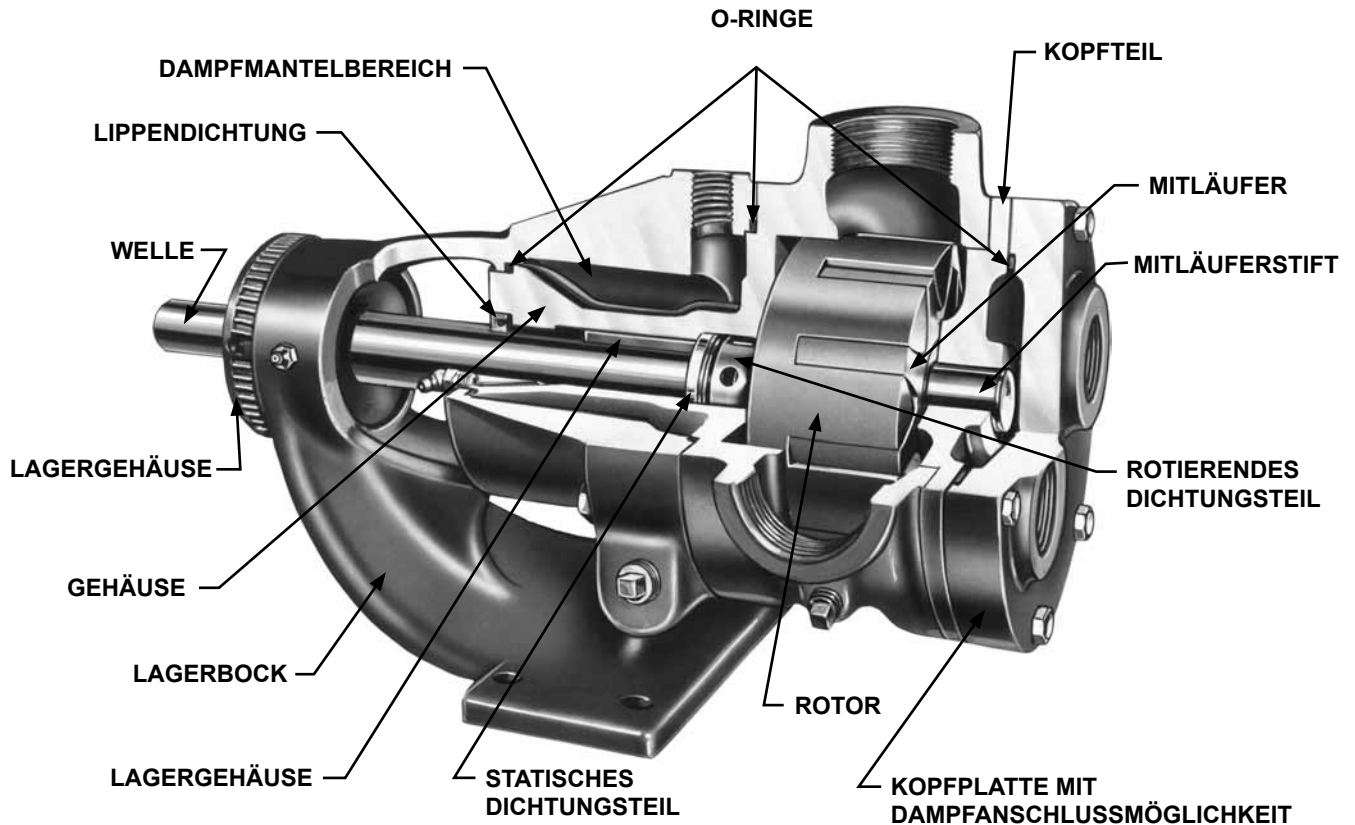
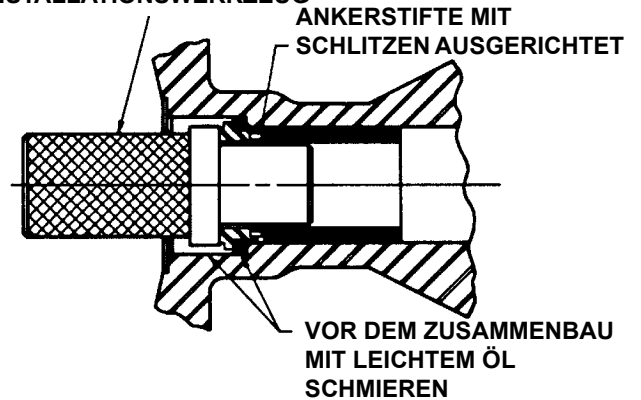
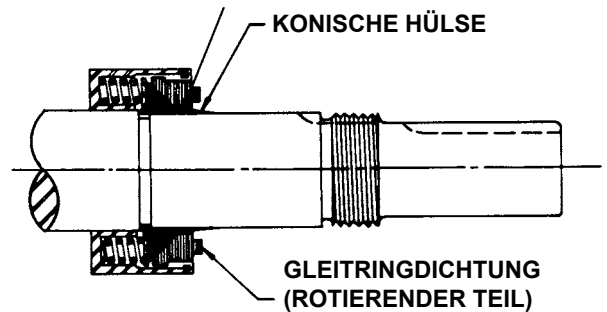
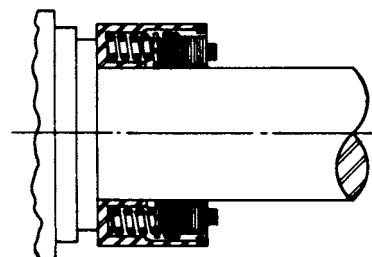

ABBILDUNG 4
ABBILDUNG 6
ABBILDUNG 7
ABBILDUNG 8
13. Gleitringdichtung (Serie 4724): Wenn die Gleitringdichtung in Ihrer Pumpe defekt ist, kann diese leicht ausgewechselt werden. Die Dichtung besteht aus zwei Hauptteilen, ein rotierender Teil und ein stationärer Dichtungssitz. (Siehe **Abbildung 4**.) Lösen Sie die Halteschrauben, mit denen der rotierende Teil auf der Welle befestigt ist. Entfernen Sie den rotierenden Teil von der Welle und den stationären Teil aus dem Lagerbock. Der rotierende Teil dreht sich mit der Welle, während der andere Teil stationär im Lagerbock sitzt. Das Prinzip der Gleitringdichtung besteht im Kontakt zwischen dem rotierenden und dem stationären Teil. Diese Teile sind hochpoliert und die Dichtfähigkeit hängt von vollständigem Kontakt ab.
1. Einbau einer neuen Dichtung (Serie 4724): Die Dichtung ist einfach einzubauen und die Dichtleistung hängt von der Sorgfalt beim Einbau ab. Zur Identifikation der Bauteile siehe **Abbildung 4**. **ANMERKUNG:** Berühren Sie die Dichtflächen nur mit den Fingern oder einem sauberen Tuch. Reinigen Sie die Rotornabe und den Gehäusedichtungssitz von Schmutz und anderen Fremdkörpern. Schmieren Sie den Außendurchmesser des Dichtungssitzes und den Innendurchmesser der Dichtungsgehäusebohrung mit einem leichten Öl. Setzen Sie die Dichtung mit dem Daumen und Zeigefinger in die Dichtungsbohrung an. Achten Sie darauf, daß die Dichtungsankerstifte mit den Schlitzn in dem Gehäuselager wie in **Abbildung 6** dargestellt fluchten. Schützen Sie die polierte Fläche der Dichtung mit einem Stück Pappe und schlagen Sie die Dichtung vorsichtig mit einem Stück Holz oder einem leichten Hammer ganz in den Dichtungssitz ein. (Im Werk geschieht dies mit einem speziellen Dorn mit einem Hauptdurchmesser, der die gesamten Dichtungsfläche abdeckt und eine Verlängerung durch den Sitz, der die Führung in das Gehäuselager übernimmt.) Setzen Sie die konische Hülse (mit der Austauschdichtung bei den Größen H –LL mitgeliefert) auf die Welle, wie in **Abbildung 7** dargestellt. Schmieren Sie die Innenfläche des rotierenden Teils und die Außenfläche der konischen Hülse mit einem leichten Öl. Setzen Sie den rotierenden Teil auf die Welle und schieben Sie diesen über die konische Hülse gegen die Nabe des Rotors. (Siehe **Abbildung 8**).